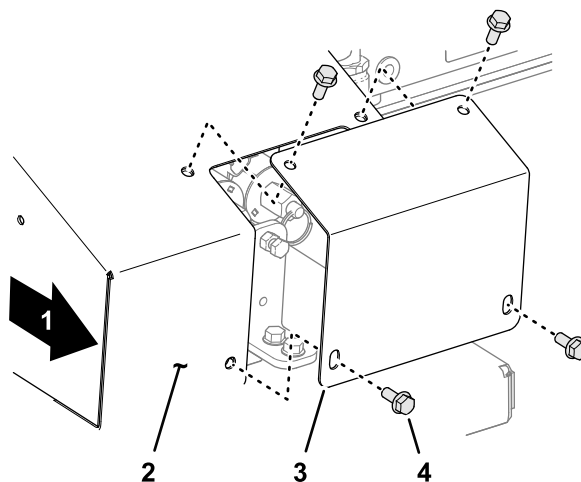

Figura 27
1. No lado direito da máquina, remova os quatro parafusos de cabeça flangeada que prendem a placa de cobertura à cobertura de substituição (Figura 27).